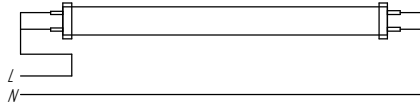

Рисунок 6
6.3 В случае использования светодиодных ламп типа 1 (см.рис.6 приложение А), присоедините перемычку (дополнительный провод) из комплекта светильника к соответствующей паре зажимов типа Wago (соответственно для 2-х лампового светильника присоедините еще одну перемычку к другой паре зажимов Wago).